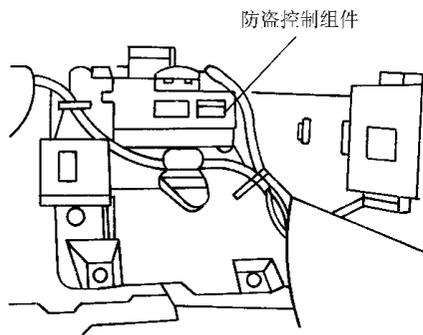

图 6-43 防盗控制组件位置
1) 确保车门关闭。断开防盗控制组件的 8 针线束接头。防盗控制组件位于脚部支撑下的右脚坑(如图 6-43 所示)。确保线束接头端子清洁,不松动。